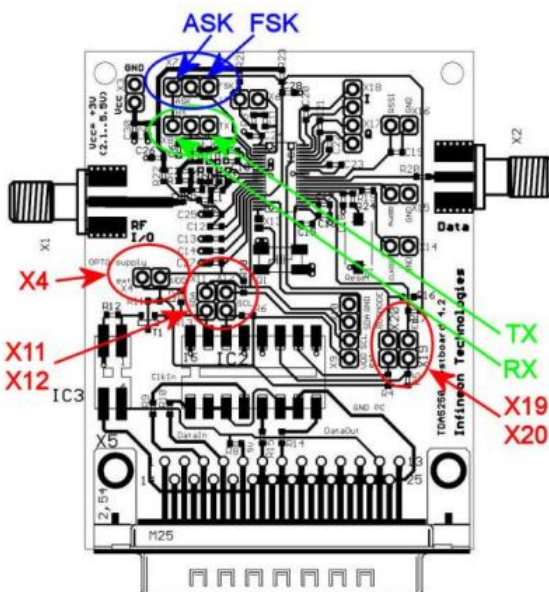
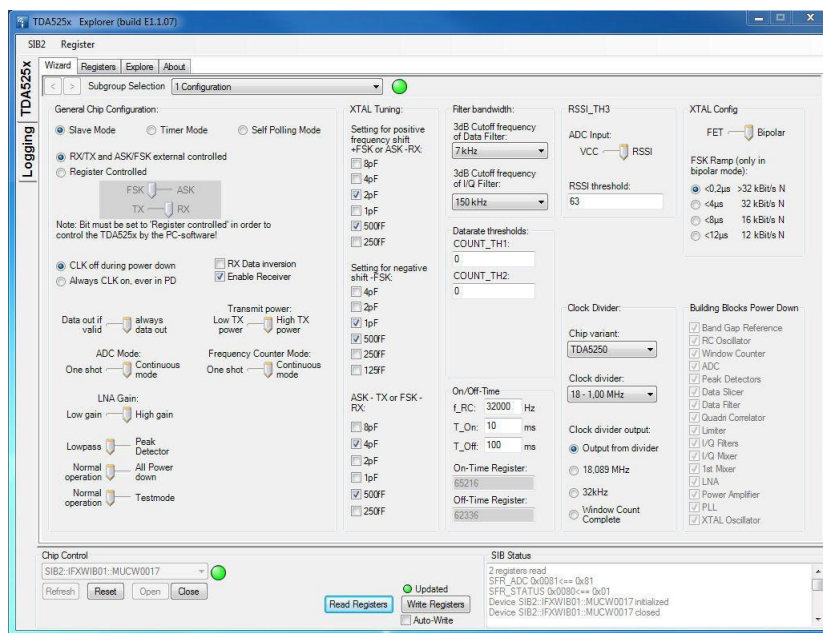
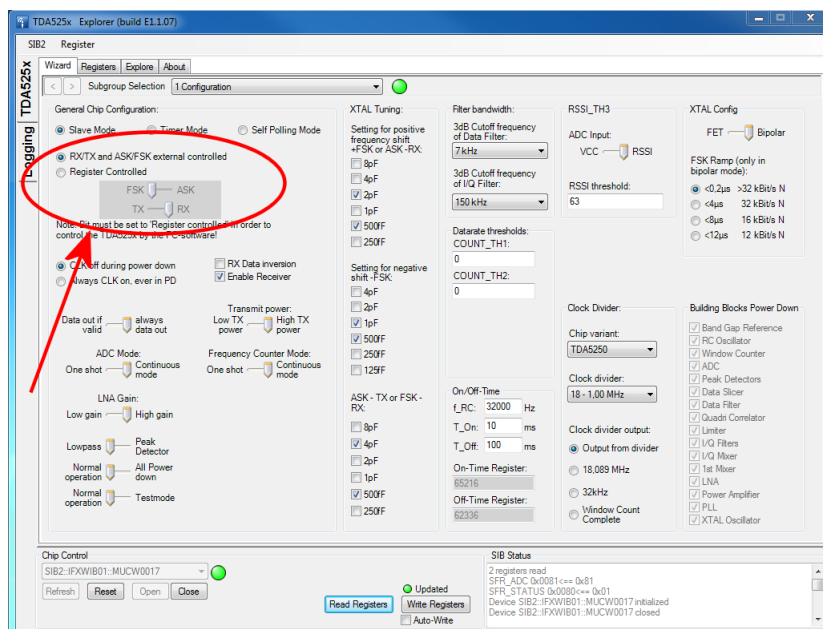

图 2：跳线
图 7: TDA525X Explorer, “向导”选项卡
图 8: RX/TX 和 ASK/FSK 外部控制或寄存器控制
- 跳线 X4、X11、X12、X19 和 X20 保持断开（参见图 2）
- 通过将 RX/TX 多引脚连接器 (X8) 的跳线设置到对应位置来选择 RX-模式或 TX-模式（参见下方图 2 或相关数据手册图 4-4）。
- 通过将 ASK/FSK 多引脚连接器 (X7) 的跳线设置到对应位置来选择 ASK或 FSK（参见下方图 2 或相关数据手册图 4-4）。
- 现在可以进行 TDA525X 配置了：配置方式有两种：修改 TDA525X Explorer 中的“向导”选项卡（参见图 7）中的设置；或在“寄存器”选项卡中直接修改每个寄存器的位值（参见图 9）。注意：如果选择 RX/TX 和 ASK/FSK “寄存器控制”（参见图 8），强烈建议移除 RX/TX 多引脚连接器和 ASK/FSK 多引脚的跳线，避免影响到软硬件设置，损坏 TDA525X！
- 跳线 X4、X11、X12、X19 和 X20 闭合（参见图 2）。
- 强烈建议在选择“RX/TX 和 ASK/FSK 寄存器控制”（参见 0）之前移除 RX/TX 多引脚连接器和 ASK/FSK 多引脚连接器的跳线，避免影响到软硬件设置，损坏 TDA525X！若选择“RX/TX 和 ASK/FSK 外部控制”（参见图 8），则必须将 ASK/FSK 和 RX/TX 多引脚连接器的跳线设置到相应的模式（参见图 2）。